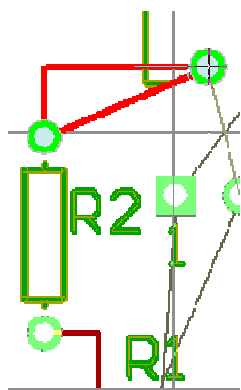

Рисунок 47 – Редактирование имеющегося на плате проводника.
4. Наведем указатель мыши на вывод микросхемы DD1 и щелкнем один раз левой кнопкой мыши (рисунок 47).